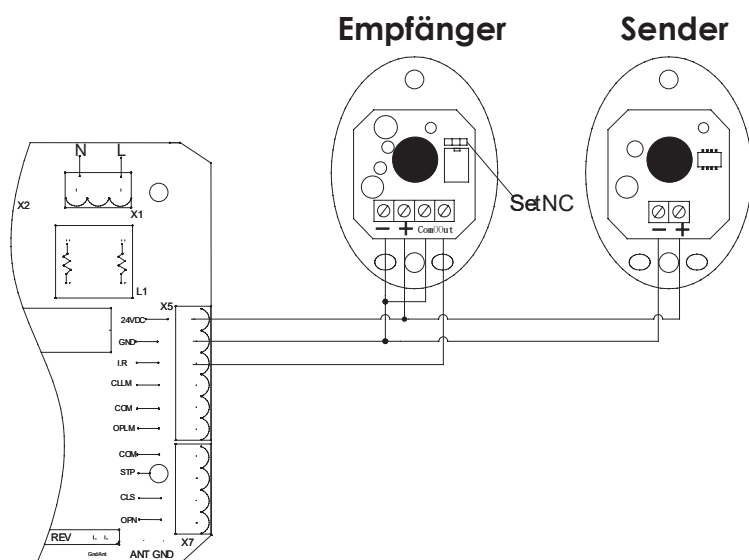

Abbildung 9
- Verkabeln Sie Sender und Empfänger, wie in Abb. 9 beschrieben.
Verbinden Sie den Infrarotsensor "Empfänger" mit dem Anschluss 24VDC, GND und I.R. im Terminal X5 (s. Abb. 9).